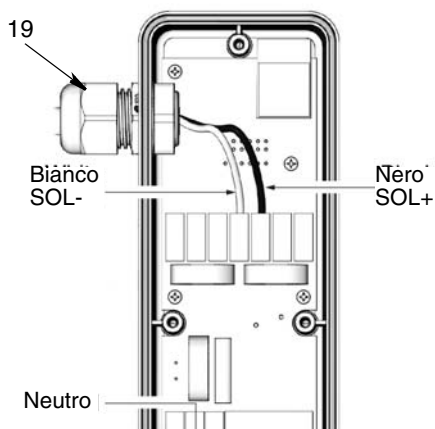

FIG. 37
1. Inserire un'estremità del cavo attraverso il serracavo (19) e nella cassetta elettronica del PAC (2).
2. All'interno del pannello elettronico del PAC (2), collegare il cavo del neutro (bianco) al terminale SOL - (bianco) e il cavo della fase (nero) al terminale SOL + (nero) nella morsetteria (FIG. 37).
4. Stringere il serracavo (19) (FIG. 37).